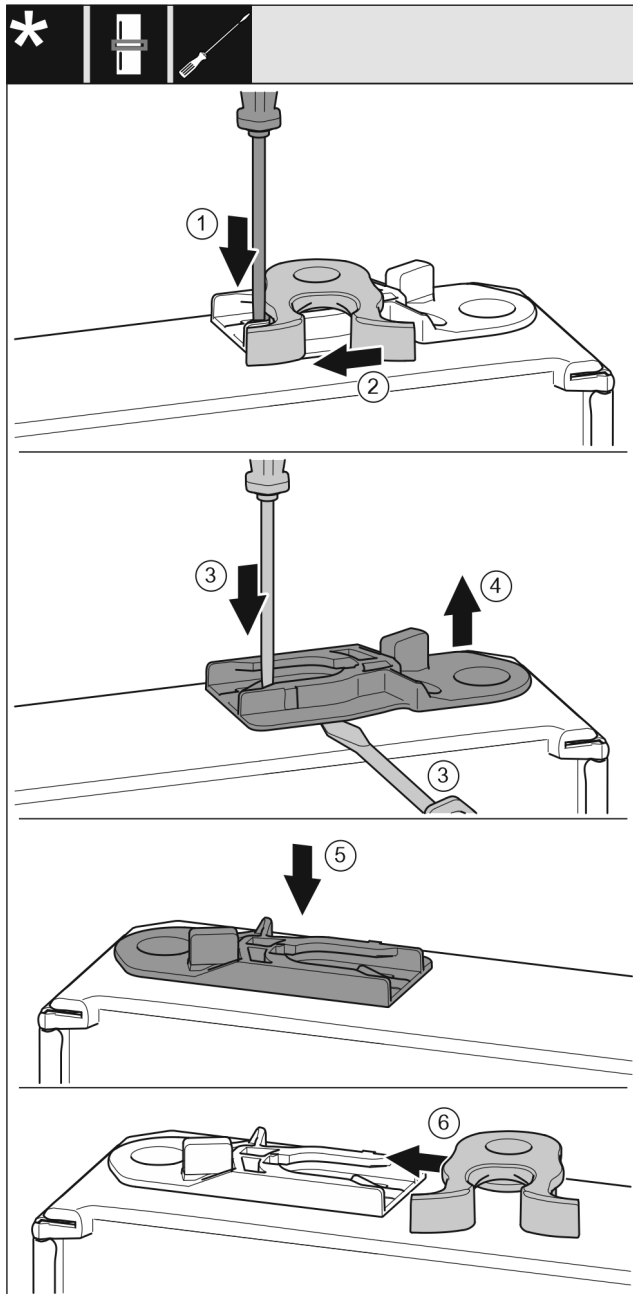

Fig. 47 *
- Pousser la languette Fig. 47 (1) vers le bas avec un tournevis plat.*
- Retirer la gâche Fig. 47 (2) du guide.*
- Retirer la douille de guidage Fig. 47 (3, 4) : Presser la languette avec un tournevis plat tout en faisant passer un autre tournevis plat sous la douille de guidage.*
- Insérer la douille de guidage Fig. 47 (5) fournie de l'autre côté du boîtier.*
- Insérer la gâche Fig. 47 (6) dans le guide.*